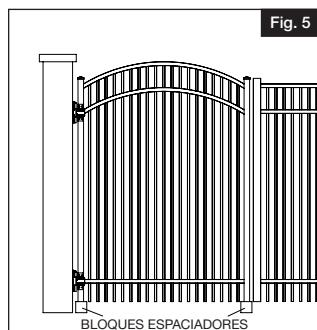

Fig. 5
- c.) Colocar el portón sobre los bloques espaciadores y mantenerlo nivelado y aplomado con respecto a la pared (Fig. 5).